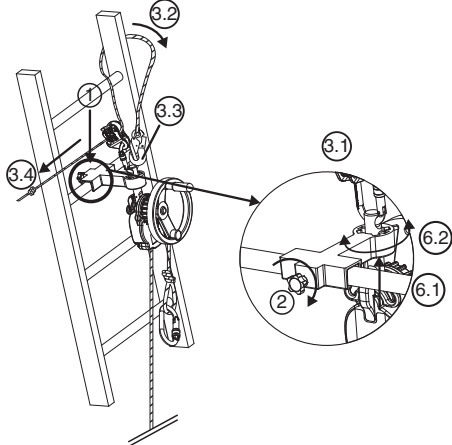

Abb.7
6.3.3 Gerät DEROPE™ UP K (Abb. 7)
1. Den kleinen Adapter an der für die Rettung erforderlichen Stelle über der zu rettenden Person an der Leitersprosse anbringen (Abb.7, 1).
2. Den Sicherungsbolzen an der Rückseite des kleinen Adapters mit Hilfe des Rändelknopfs festziehen (Abb.7, 2).
- Den Karabinerhaken der Einstellvorrichtung LCM 05 in der oberen Bohrung des Befestigungsbolzens befestigen (Abb.7, 3.1).
- Das Halteseil um die über dem Adapter gelegene Sprosse und um einen der Leiterholme führen (Abb.7, 3.2).
- Den Karabinerhaken des Halteseils am Karabinerhaken der Einstellvorrichtung LCM 05 befestigen (Abb.7, 3.3).
- Das Halteseil durch Ziehen am Leertrum spannen (Abb.7, 3.4).
6. Das DEROPE™-Gerät nach Bedarf ausrichten, indem die Position des Befestigungsbolzens in der Positionierungsvorrichtung geändert wird (Abb.7, 6.1 - 6.2).